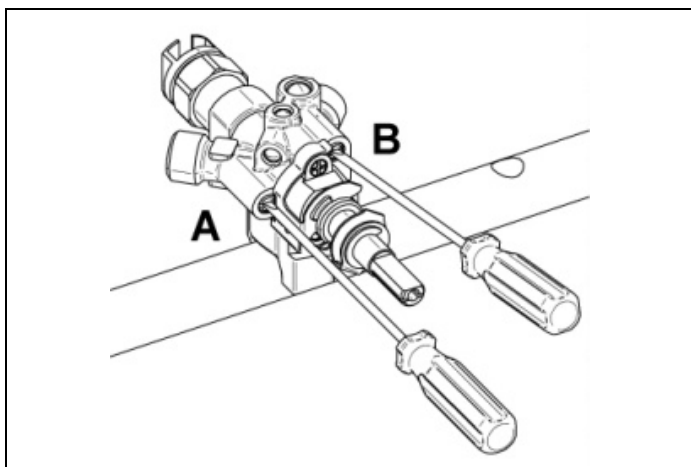

Fig. 15
- 4) Per il rubinetto che comanda il bruciatore Dual le viti di strozzamento sono situate sul corpo del rubinetto (Fig. 15 ), la vite A regola la corona esterna mentre la vite B regola la vite interna.